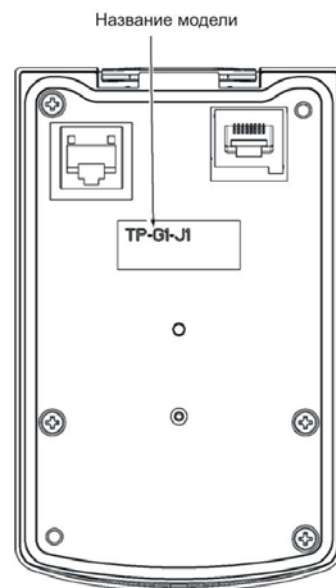

Рис.1.1 Задняя панель многофункционального пульта TP-G1-J1
- (1) В коробке находятся многофункциональный пульт и инструкция.
- (2) Отсутствие повреждений при транспортировке – отсутствие повреждений или нехватка деталей.
- (3) Название модели “TP-G1-J1” нанесено на задней стороне пульта (см. Рис.1.1)